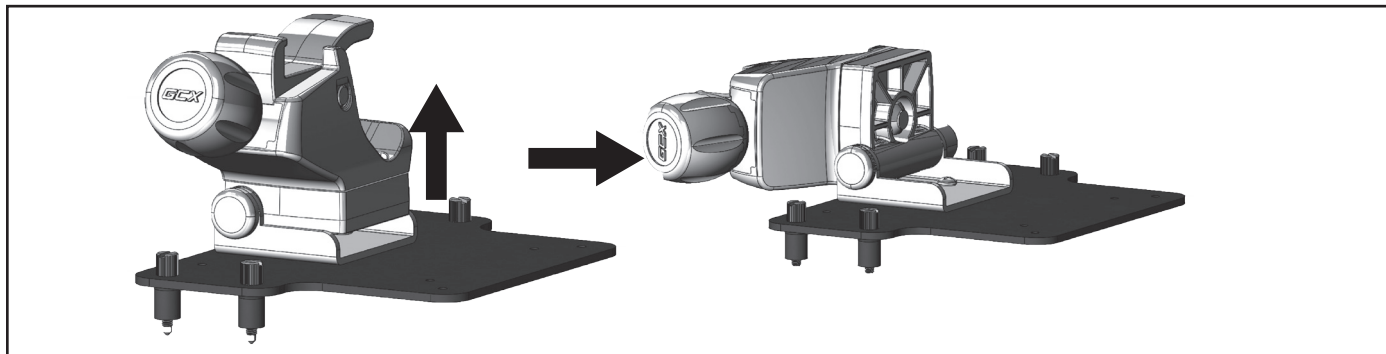

Abbildung 17: Schwenkmechanik öffnen
2. Öffnen Sie den Schwenkmechanismus der Infusionsständerklemme um 90°, wie in Abbildung 17 gezeigt.